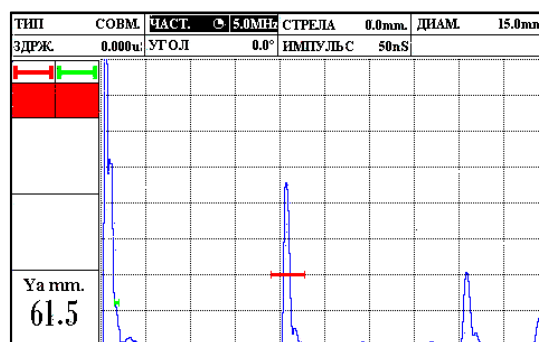

Рисунок 2.11 – Установка рабочей частоты преобразователя
2. Рабочую частоту преобразователя «ЧАСТ.» (рис. 2.11).